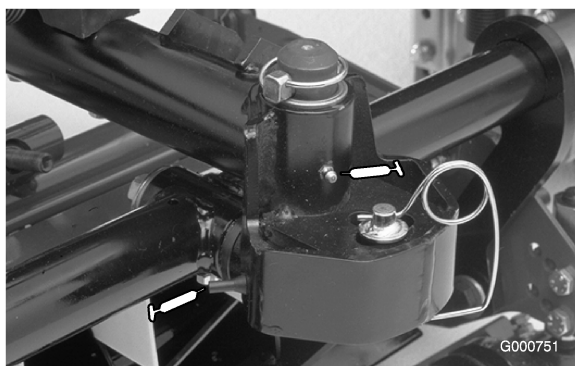

Figure 29
- Bâti porteur de plateau de coupe et pivot (2 chacun) (Figure 29)